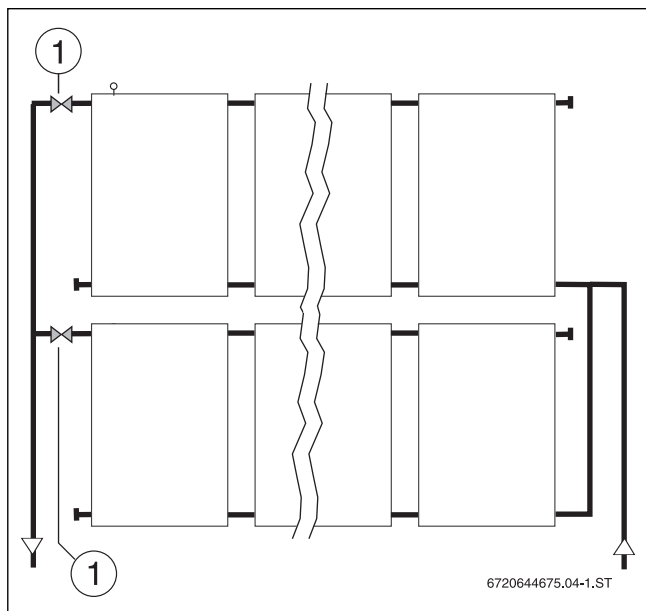

Bild 162 Spülen von parallel geschalteten Kollektorfeldern
- ▶ Im Vorlauf glykol- und temperaturbeständige Absperrarmaturen (→ Bild 162, [1]) montieren.